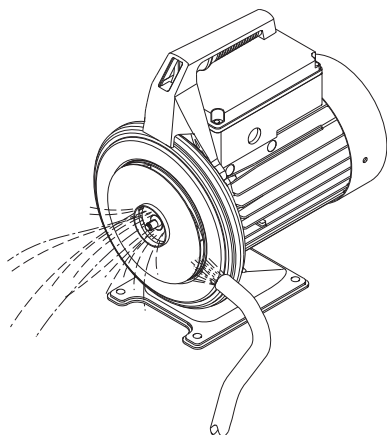

Рис. 7 Очистка рабочего колеса
7. Проверить, нет ли грязи на рабочем колесе (поз. 49). При необходимости очистить рабочее колесо с помощью щётки или струи воды под напором. См. рис. 7. Чтобы предотвратить проворачивание вала двигателя, необходимо удерживать лопасти вентилятора электродвигателя.